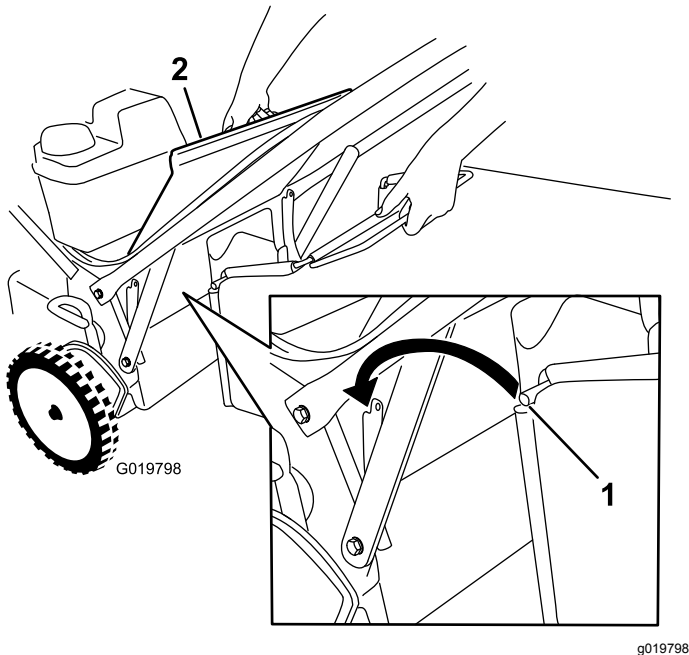

Bild 23
1. Heben Sie das hintere Ablenkblech an und halten Sie es hoch (Bild 23).
3. Setzen Sie die Fangkorbstange in die Kerben an der Unterseite des Holms ein und bewegen den Fangkorb nach vorne und hinten, um sicherzustellen, dass die Stange richtig in den Kerben sitzt, siehe Bild 23.